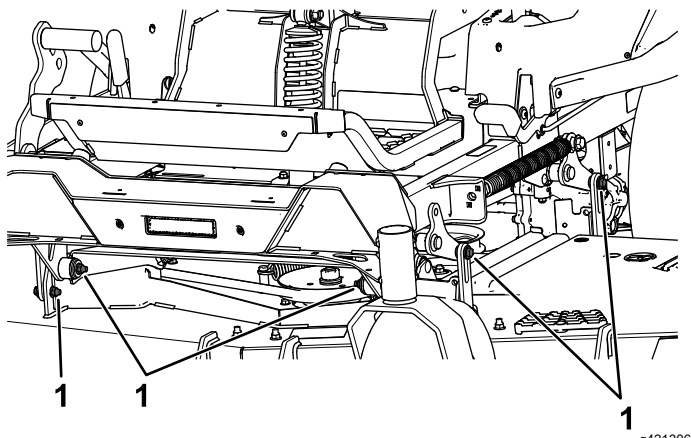

Bild 89
7. Entfernen und bewahren Sie die Schrauben und Muttern an beiden Seiten der Maschine auf (Bild 89).